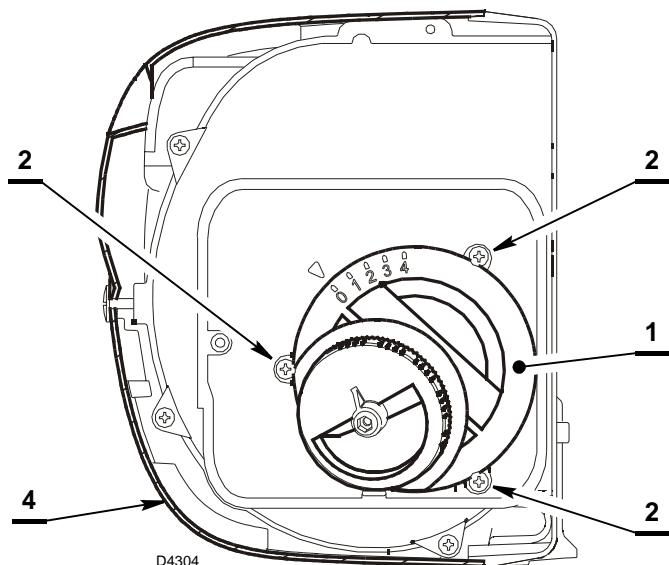

Fig. 23
- togliere il cofano 4) (Fig. 23) e svitare il dado di fissaggio alla flangia ed estrarre il bruciatore;
- Allentare le tre viti 2) (Fig. 23) e togliere il gruppo regolazione aria 1).